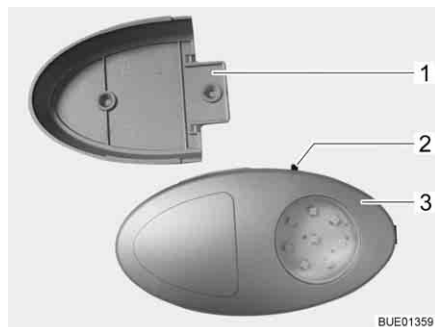

Fig. 83 Luz do roupeiro
- ▷ A luz do roupeiro pode ser retirada do suporte de atarraxar (Fig. 83,1) e usada como lanterna de mão.
O interruptor de ligar/desligar (Fig. 83,2) está instalado diretamente na luz do roupeiro (Fig. 83,3).